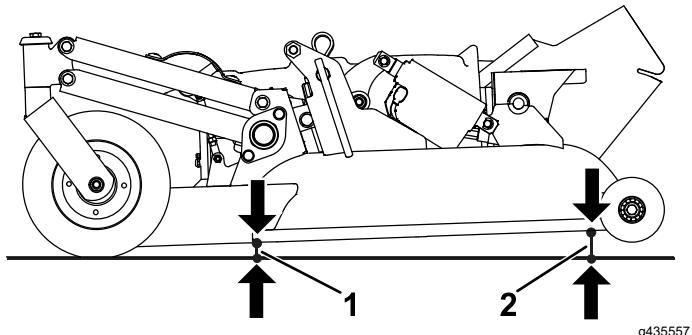

Figura 98
3. Meça a distância entre o solo e o ponto mais avançado da unidade de corte (Figura 98).
4. Meça a distância entre o solo e o ponto mais recuado da unidade de corte (Figura 98).